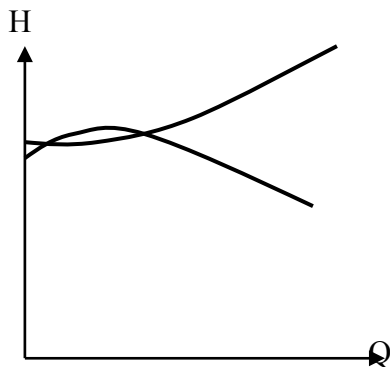

Рис. 11. Нестійкий режим роботи.
3. Нестійкий (рис. 11) – якщо характеристики перетинаються в двох і більше точках .